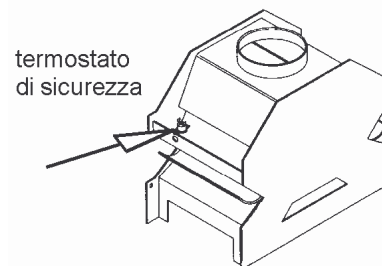

Fig.3
IMPORTANTE: Per nessuna ragione il termostato di sicurezza fumi deve essere escluso, manomesso o rimosso (vedi Fig.3).
- Il termostato sicurezza fumi (Fig. 3) si è attivato. Interpellare quanto prima il tecnico autorizzato per un controllo sull'apparecchio e/o sulla canna fumaria.